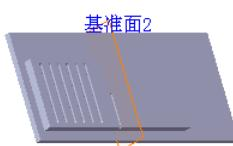
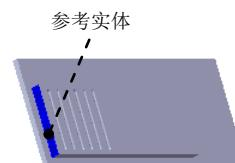

图 17.7.14 创建基准面 2
图 17.7.15 选取参考实体
Step8. 创建图 17.7.14 所示的基准面 2。选择下拉菜单 **插入(I)** → **参考几何体(G)** → **基准面(F)...** 命令；选取图 17.7.15 所示的模型表面为参考实体，在 **后文本框** 输入 160，并选中 **反转** 复选框。